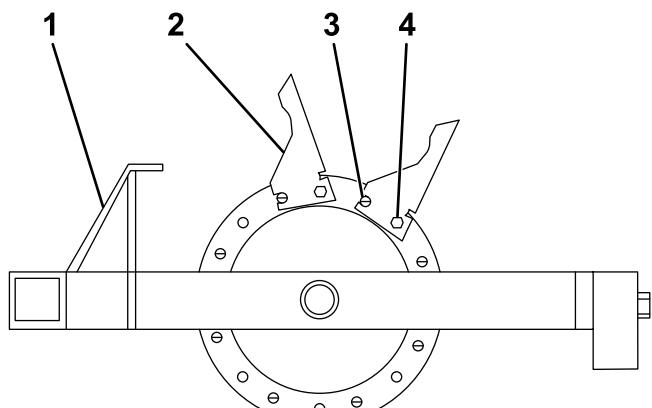

Figure 20
1. Commencez par la roue en fonte extérieure et montez les louchets comme montré à la Figure 20.
2. Montez les 8 louchets sur la roue en fonte à l'aide d'une goupille cylindrique et de des boulons (1/2 x 1 1/4 po) en prenant soin de placer la goupille cylindrique dans le trou avant (Figure 20).